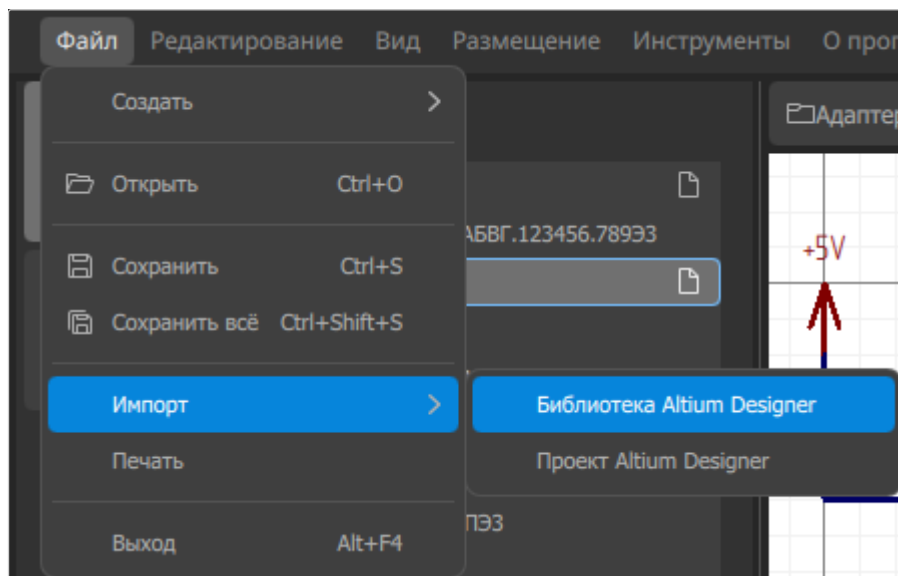

Рисунок 49. Пункт меню Файл → Импорт → Библиотека Altium Designer
- 1) Вызвать пункт меню «Файл» → «Импорт» → «Библиотека Altium Designer» (см. рисунок 49).